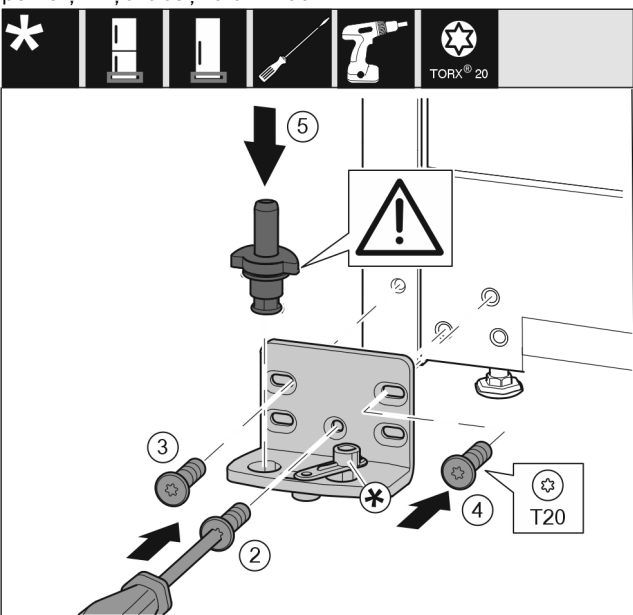

Fig. 16
- ▶ Aplicați suportul de lagăr pe partea opusă și înșurubați-l cu ajutorul unei șurubelnițe. Începeți cu șurubul Fig. 16 (2) de jos din centru.
- ▶ Înșurubați ferm șurubul Fig. 16 (3) și șurubul Fig. 16 (4).
- ▶ Introduceți complet bolțul de lagăr Fig. 16 (5). Aveți grijă aici ca respectiva camă de fixare să fie îndreptată către înăpoi.